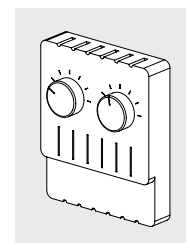

Figura 15
8.7 El cuadro eléctrico puede estar equipado con un calefactor eléctrico (resistencia). El calefactor puede regularse automáticamente mediante un termostato integrado o mediante un termostato externo. Consulte la documentación suministrada con el cuadro eléctrico. Cuando el calefactor y el ventilador de refrigeración están presentes, el termostato externo tiene doble regulación. Los parámetros están preajustados por Modine. En caso necesario, adapte los ajustes a las condiciones de funcionamiento locales. Véase la Figura 15 como ejemplo.